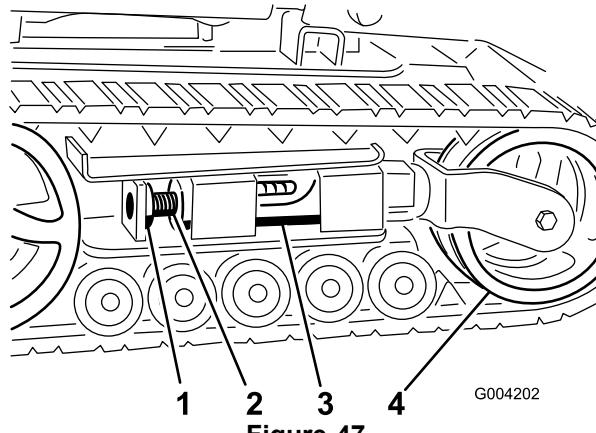
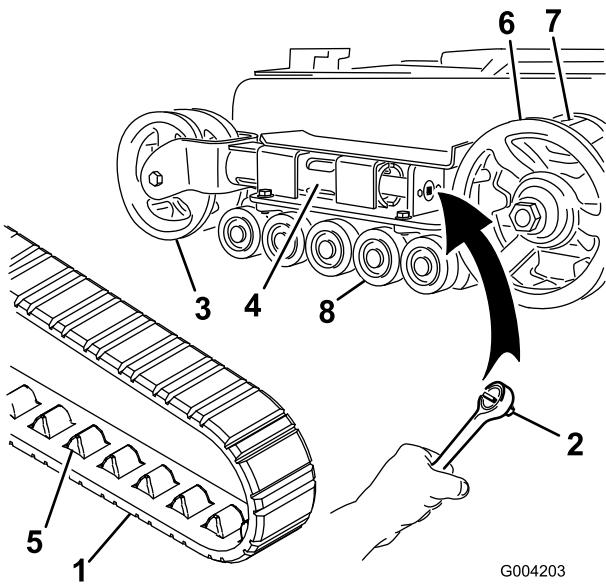

Figure 47
Figure 48
5. Alignez l'encoche la plus proche dans la vis de tension avec le trou du boulon de blocage et fixez la vis avec le boulon et l'écrou de blocage (Figure 47).
3. Enlevez le boulon et l'écrou de blocage (Figure 47).
4. À l'aide d'une clé à douille de 13 mm (1/2 po), tournez la vis de tension dans le sens horaire pour réduire la tension (Figure 47 et Figure 48).
5. Poussez la roue de tension vers l'arrière de la machine pour appuyer le tube de tension contre le cadre (Figure 48). (S'il ne touche pas le cadre, continuez de tourner la vis de tension jusqu'à ce qu'il le touche).
7. Lorsque la chenille est déchaussée, retirez-la du pignon d'entraînement et des galets de roulement (Figure 48).
8. Pour installer la chenille neuve, commencez par l'enrouler autour du pignon d'entraînement, en veillant à ce que les crampons s'engagent correctement entre les dents du pignon (Figure 48).
9. Poussez la chenille sous et entre les galets de roulement (Figure 48).
6. Placez le chapeau de galet de roulement sur la tête du boulon (Figure 48).
7. Fixez le chapeau avec le circlip (Figure 48).